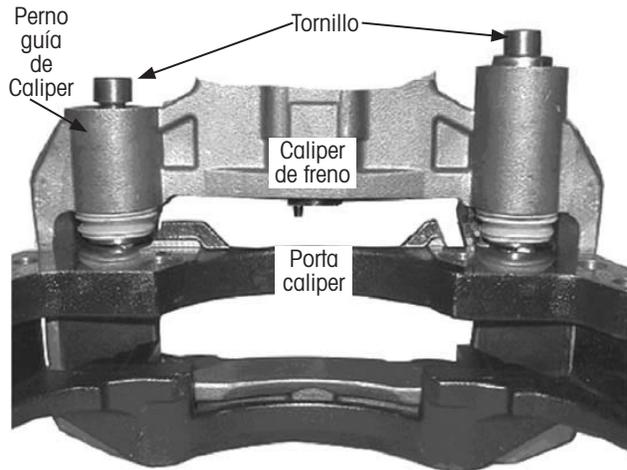

Figura 49: Remoción de tornillos de perno guía
4. **Remueva** los tornillos del perno guía (Figura 49). Consulte TAMAÑO DE LLAVE Y TORQUES DE APRIETE en la página 36, punto IV.